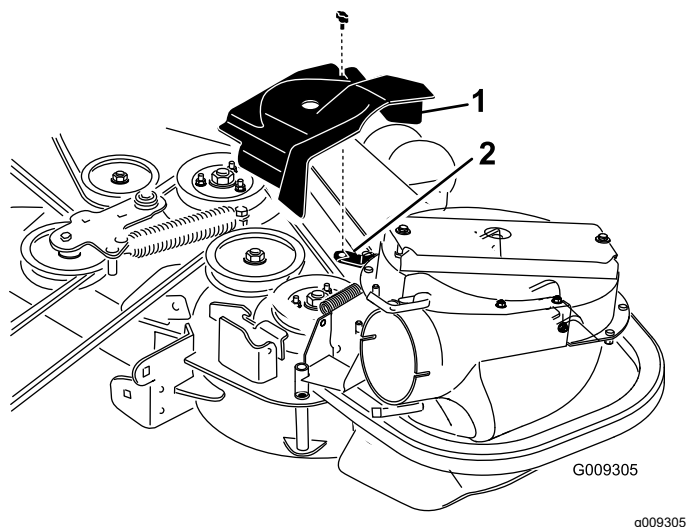
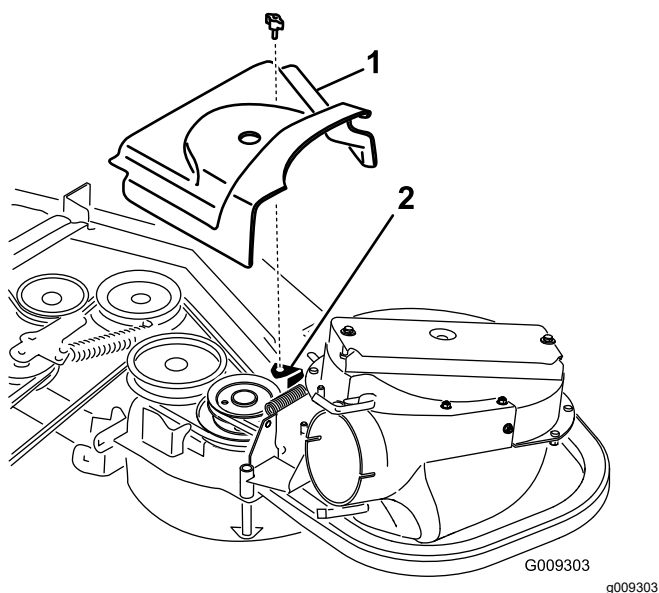

Figura 28
Figura 29
2. Montez le nouveau protège-courroie de sorte que les crans situés de chaque côté passent par-dessus les supports et fermez le verrou (Figura 28 ou Figura 29).